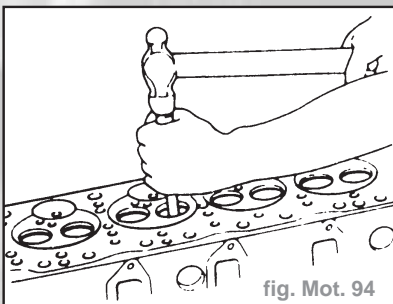

fig. Mot. 94
- Déposer le guide de soupape, chasser le guide par l'extrémité de la chambre de combustion, utiliser l'outil de pose **KM-753** (fig. Mot. 94).